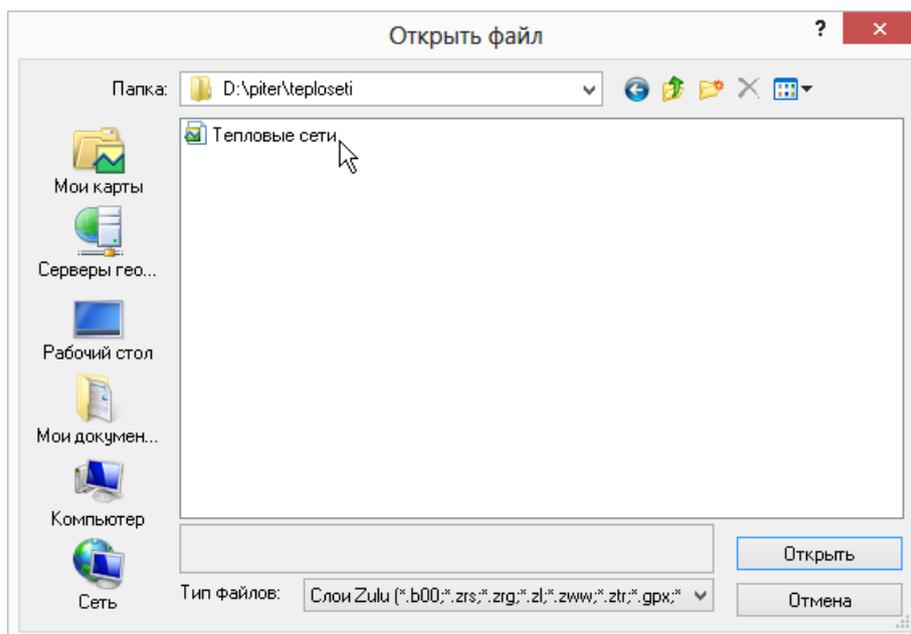

Рисунок 4.2. Выбор слоя
3. Войти в нужную папку, выделить слой тепловой сети и нажать кнопку Открыть (см. Рисунок 4.2, «Выбор слоя»);